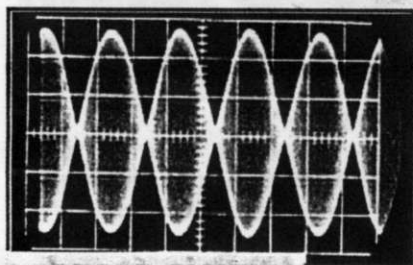
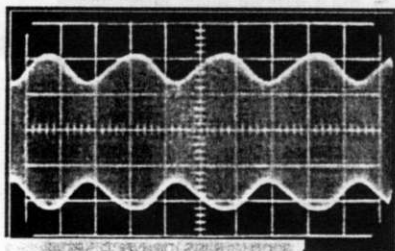

Figure 1.
Figure 2.
proche plutôt de celle de la figure 2, il faudra agir sur Pot1 jusqu'à ce que les lignes des sinusoïdes se croisent en "X" comme sur la figure 1.
- augmenter doucement le gain micro de l'émetteur (ne pas toucher à P5 du générateur deux tons) jusqu'à obtenir un oscillogramme du type de celui de la figure 1 (base de temps du scope à 0,5 millisecondes). Si votre figure se rap-
- rarement mais cela arrive, l'oscillogramme peut être extrêmement instable. Cela peut provenir de la synchro de l'oscilloscope (vérifier en changeant le mode de détection de synchro du scope), mais signale aussi la présence d'auto-oscillations VHF dans un des étages de l'émetteur. Quand tout est parfait et qu'on arrive à approcher la figure 1 (l'essentiel est que les côtés des sinusoïdes se croisent en "X" et que les crêtes soient parfaitement arrondies), on peut passer au dernier réglage :